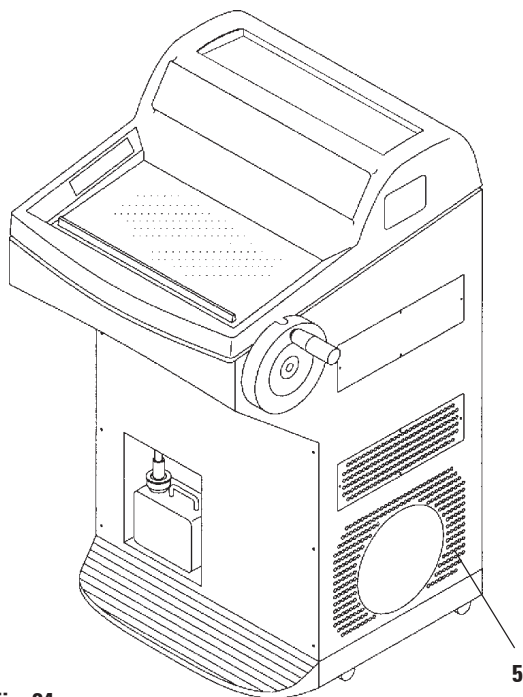

Fig. 24
- Rengør kondensatorens luftindtagsåbning (5, fig. 24) for neden på højre side af apparatet med en pensel, en kost eller med støvsuger i lamellerens retning, når der er synligt snavs (støvfug o.lign.).